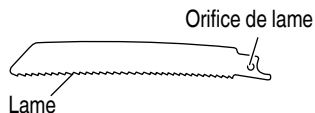

Fig. 13
**Ne pas utiliser de lame de scie avec un orifice de lame usé. La lame pourrait se détacher, ce qui entraînerait des blessures corporelles. (Fig. 13)**